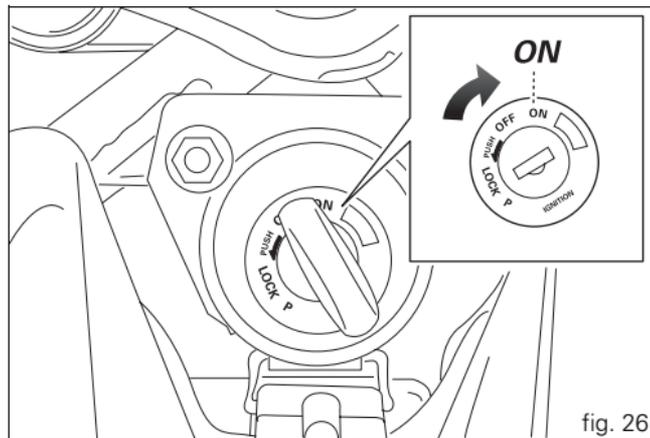

fig. 26
- 1) Tourner le contacteur d'allumage sur la position **ON** (fig. 26). Vérifier que le témoin vert **N** et le témoin rouge  sur le tableau de bord sont allumés.